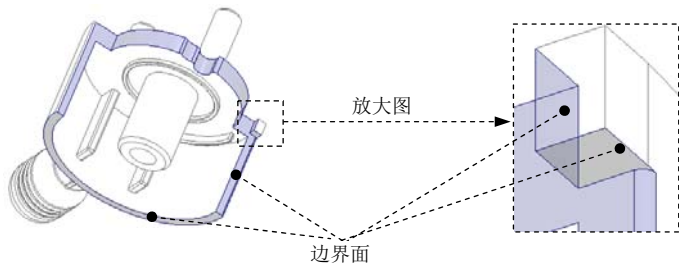

图 10.10 定义边界面
(3) 选取“边界面”（boundary surface），操作方法如下。
① 按住 **Shift** 键，选取图 10.10 中的 handle-body 整个端面为边界面，此时图中的整个端面会加亮。